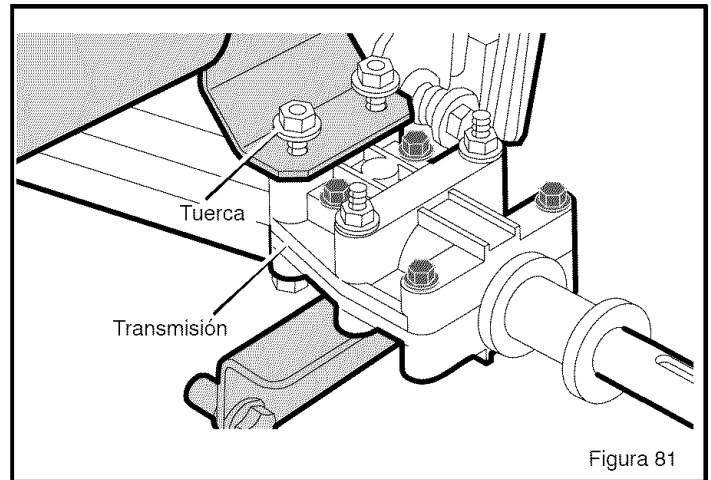

Figura 81
6. Afloje las **tuercas** de cada lado de la **transmisión** (Figura 81). No saque las **tuercas**. Aflojelas hasta que las **tuercas** queden en la parte de arriba de los **pernos**.